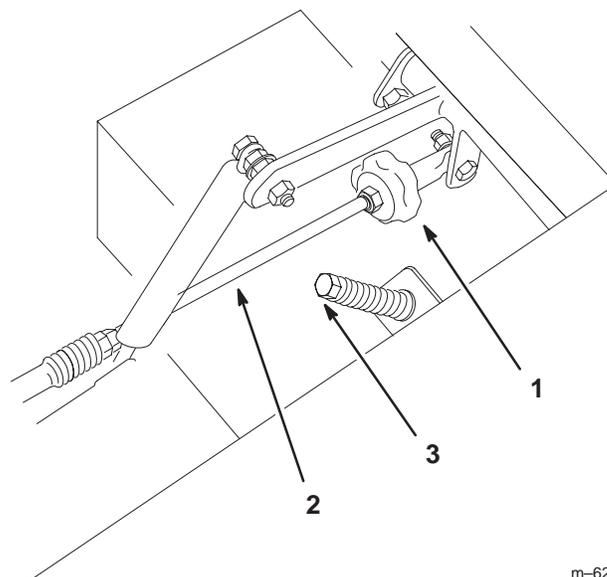

Bild 50
2. Stellen Sie die Länge der Pumpstange ein, indem Sie das Handrad an der Stange so weit in die entsprechende Richtung drehen, bis das Rad stillsteht oder sich leicht zurückdreht (Bild 50).